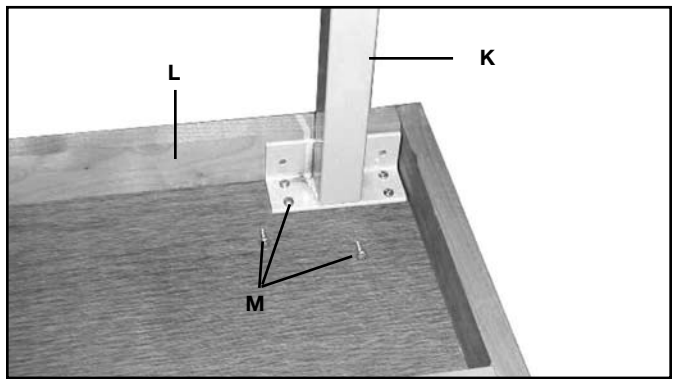

FIG. 19
10. Coloque la pata del banco (K) en la esquina interior del banco de extensión (L), como se muestra en la Fig. 19.
11. Anexe la pata del banco (K) a la tabla del banco (L) con seis tornillos largos para madera de 16 mm (5/8") (M). Repita el proceso para las patas restantes.